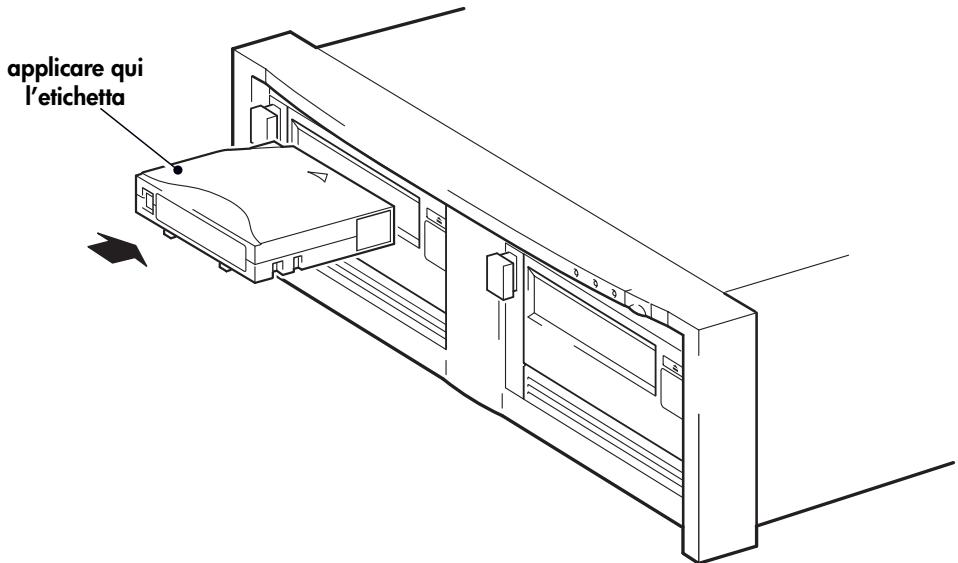

Figura 6a: caricamento di una cartuccia
- 1 Inserire la cartuccia nello slot situato nella parte anteriore dell'unità facendo attenzione che la freccia bianca si trovi nella parte superiore e rivolta verso lo sportello dell'unità. Esercitare una lieve pressione fino a che l'unità non aggancia e carica la cartuccia (vedere la Figura 6a).